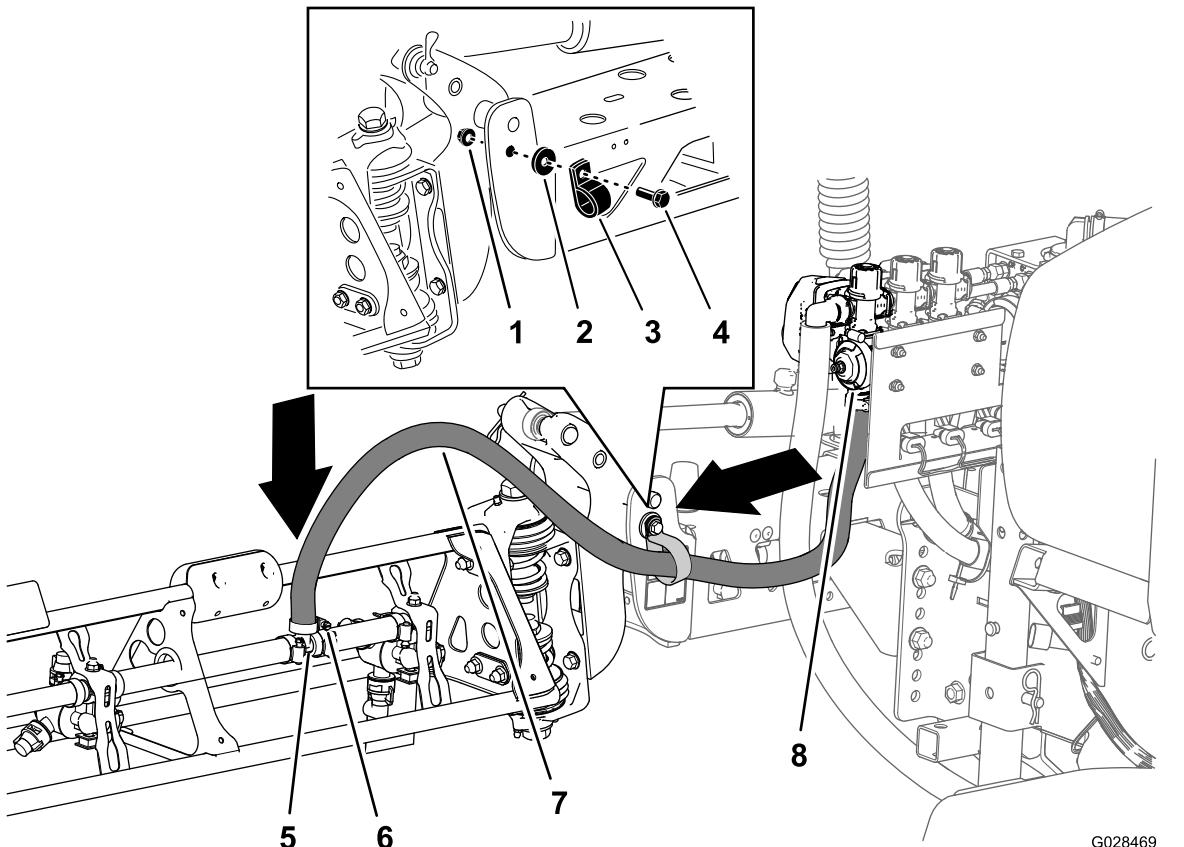

Figure 33
1. Acheminez les flexibles des sections de rampe comme montré à la Figure 32 et la Figure 33.
2. Fixez les flexibles à l'avant de la section de rampe centrale (Figure 32 et Figure 33) à l'aide de 1 collier en R, 1 boulon à épaulement (5/16" x 1"), 1 contre-écrou (5/16") et 1 rondelle (5/16").
3. Branchez le flexible de section de rampe au raccord en T cannelé de la section et fixez-le avec un collier (Figure 32 et Figure 33).